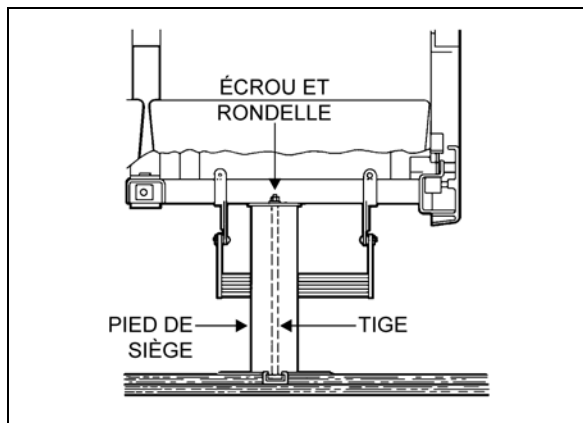

FIGURE 48 : SOCLE DU SIÈGE
5. Retirer les deux écrous et les deux rondelles qui fixent le châssis du siège aux tiges du socle. Voir la figure 48.